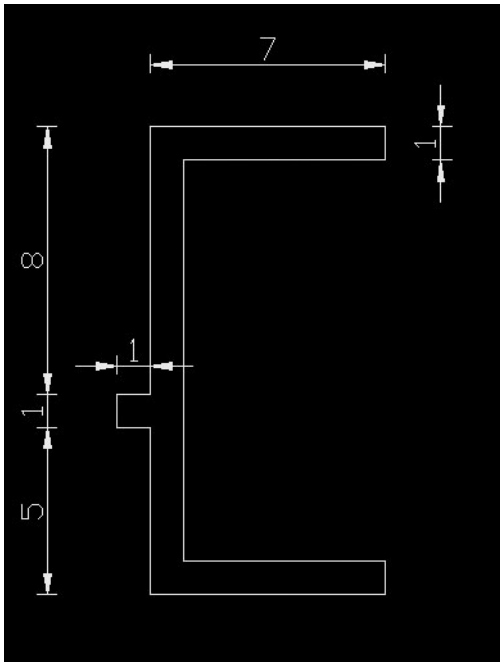

Fig.18.8
- 1 Dessinez en 2D, à l'aide d'une polyligne fermée, le profil du chambranle. Il servira d'objet de balayage (fig.18.8).